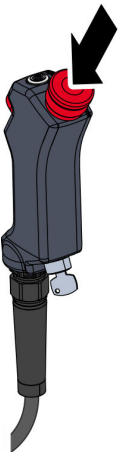

Abb. 83 Not-Halt-Taster betätigen
01. Not-Halt-Taster am Handcontroller betätigen Abb. 83.